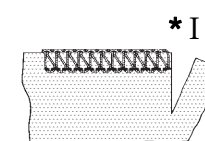
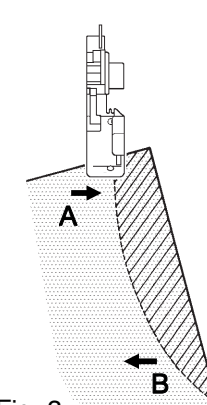

Fig. 2
Fig. 3
NOTE: When overlocking and trimming at the same time, cut the fabric along the new stitching line for about 3 cm, before turning the fabric. Fig. 2.
For inside curves, guide fabric gently with trimming line of the fabric under the right front of the presser foot (or a little to the left), applying pressure at point A in the direction of the arrow with your left hand, and at the same time applying a little opposite pressure at point B with your right hand. Fig. 3.
NOTE : Lorsque l'on coud et coupe en même temps, couper le tissu sur 3 cm le long du bord de la nouvelle direction, ce, avant de tourner le tissu.(Fig.2).
Lorsque l'angle est arrondi vers l'intérieur, doucement guider le tissu en plaçant celui-ci avec la ligne de coupe en dessous de la partie droite du pied presseur (ou légèrement vers la gauche), pendant que, de la main gauche vous pressez au point A en direction de la flèche, et en même temps, vous opposez légèrement la main droite au point B (Fig.3).
Nota: Cuando sobrehile, corte el material a lo largo de la nueva línea de puntada unos 3 cm. antes de girarlo Fig. 2.
Para curvas interiores, girar el material suavemente por la línea de sobrehilado del material bajo el pie prensatelas aplicando una presión en el punto A en la dirección de la flecha con su mano izquierda, y al mismo tiempo aplicando una pequeña presión opuesta o contrapresión en el punto B con su mano derecha. Ver Fig. 3.
Nota: Quando si esegue il sopraggitto e si taglia nello stesso tempo, tagliare il tessuto lungo la nuova linea di cucitura per circa 3 cm, prima di ruotare la stoffa. Fig. 2
Per curve interne, guidare delicatamente il tessuto con la linea di taglio del tessuto sotto il fronte destro del piedino pressore (o un poco a sinistra) applicando pressione al punto A nella direzione della freccia con la mano sinistra ed allo stesso tempo applicando una piccola pressione opposta al punto B con la mano destra. Fig. 3
Om een binnenwaartse hoek te naaien, geleid u de stof, met de kniplijn aan de rechterkant van de voet terwijl u de stof bij punt A en punt B, in de pijlrichting drukt. Fig. 3.
3. Insert the cord through either the front or rear hole (according to the operation, see diagrams Figures 2 and 3), in the presser foot and pass it under and to the rear of the foot.
FOR JOINING SHOULDERS OR SLEEVES, pass the cord through the front hole, ensuring that it is fixed between the left and right needle threads as it is guided through the front hole. (Fig. 2).
FOR JOINING SIDE SEAMS, pass the cord through the rear hole, ensuring it is positioned to the right needle thread. (Fig. 3).
POUR ASSEMBLER LES EPAULES OU LES MANCHES, passer le fil de renfort dans le trou avant du pied presseur, en s'assurant qu'il est placé entre les fils d'aiguilles gauche et droite pendant la couture. (Fig.2).
POUR LE MONTAGE DES COTES, passer le fil de renfort dans le trou arrière du pied presseur, en s'assurant qu'il est placé à droite du fil d'aiguille pendant la couture. (Fig.3).
PARA UNIR HOMBRERAS O MANGAS pasar el cordón a través del agujero anterior asegurándose de que está fijado entre los hilos de las agujas derecha e izquierda cuando es guiado a través del agujero frontal (Fig. 2).
PARA UNIR COSTURAS LATERALES pasar el cordón a través del agujero posterior, asegurándose de que está presionado junto al hilo de la aguja derecha (Fig. 3).
3. Inserire il cordone attraverso l'un o l'altro foro anteriore o posteriore (in accordo all'operazione vedere diagramma di fig. 2 e 3) nel piedino pressore e passarlo sotto e dietro il piedino.
PER UNIRE SPALLE O MANICHE passare il cordone attraverso il foro frontale, assicurandosi che esso sia fissato tra i fili dell'ago destro e sinistro mentre è guidato attraverso il foro frontale. (Fig. 2).
3. Steek het koordje door een van beide gaatjes in uw naaivoet, zoals afgebeeld op Fig. 2 en Fig. 3, en leg het koordje naar linksachter, onder de voet door.
OM DE SCHOUDERNAAD OF GEBREIDE STOFFEN te naaien, en de rek uit de naad te nemen, plaatst u het koordje in het voorste gaatje van de voet. Let op, dat het koordje wordt vastgenaaid door de 2 naalden. (Zie Fig. 2.)
OM HET KOORDJE AAN DE ZIJKANT VAN DE LOCKSTEEK mee te naaien, plaatst u het koordje in het achterste gaatje van de voet. Let op, dat de draad rechts van de rechternaald blijft lopen. (Zie Fig. 3.)